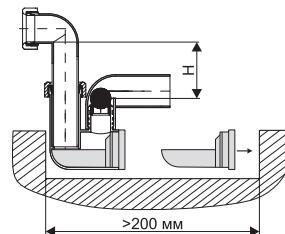

Рисунок 26
В корпусе секций диагонально установлен пластинчатый теплообменник (1), представляющий собой сложную конструкцию из тонкостенных перегородок между которыми проходят не перемешиваясь, потоки воздуха. Для отвода влаги конденсирующейся в процессе теплообмена, установлен каплеуловитель (4) и поддоны сбора воды (8) со сливными патрубками (7). При большой разнице температур используемого воздуха в конструкции предусмотрены основная (3) и байпасная (2) заслонки. Для контроля и предотвращения обмерзания рекуператора необходимо установить датчик перепада давления между полостями А и Б и сервопривод заслонок (5). При подаче сигнала от датчика дифференциального давления (6) об обмерзании рекуператора срабатывает сервопривод, устанавливаемый на ось заслонок и одновременно прикрывает основную (3) и открывает байпасную (2) заслонки, что приводит к перенаправлению холодного входящего воздуха в обход рекуператора. Теплый отработанный воздух должен прогреть рекуператор, давление в полостях А и Б выровняется и датчик подаст обратную команду. Датчик дифференциального давления поставляется в комплекте с щитом управления. Для вывода конденсата из поддонов используется шаровой сифон на всасывании (рис.26).